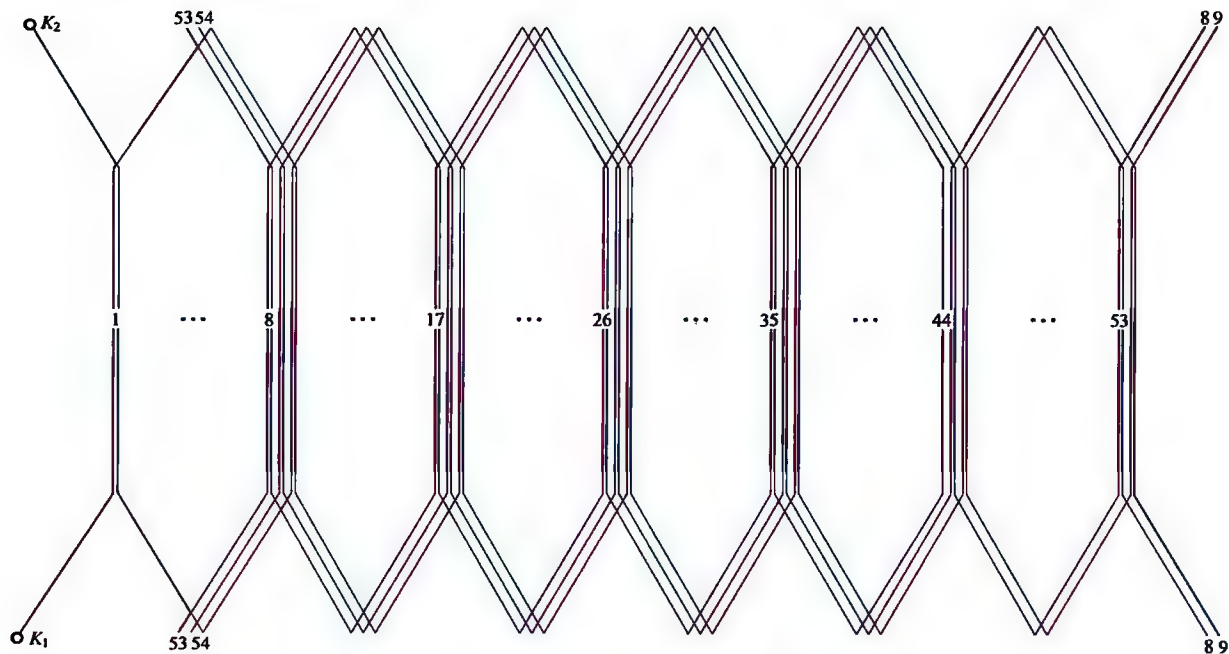

图 3-4 6 极 54 槽换位双层波绕组展开图
4. 6 极 54 槽换位双层波绕组展开图 (见图 3-4)